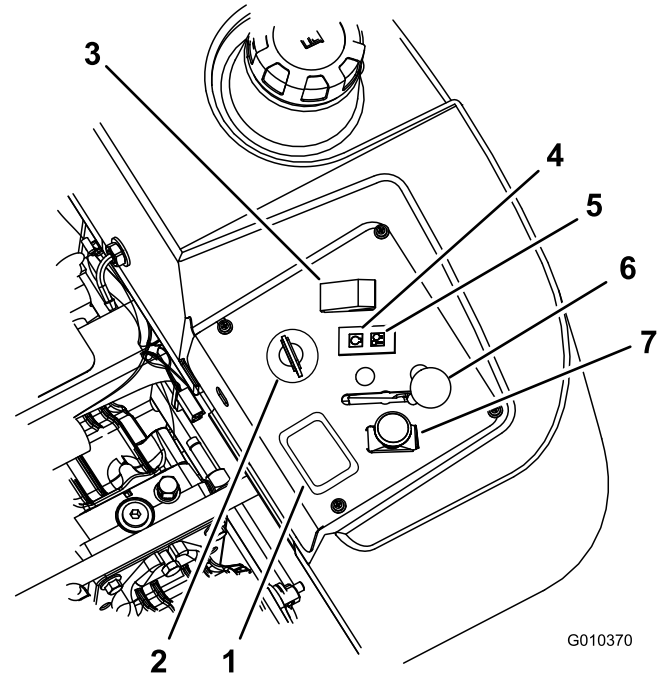

Bild 13
4. Schieben Sie den Zapfwellenantriebsschalter auf Aus“ (Bild 13).